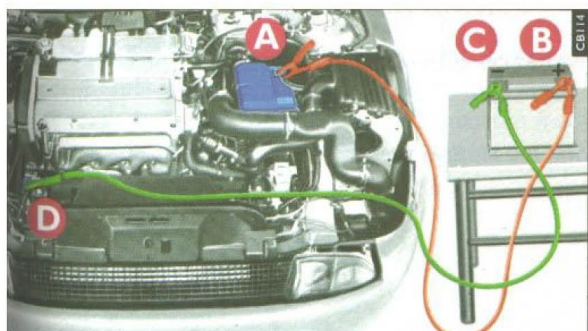

fig. 1
- 1) ligar os polos positivos **A-fig. A** e **B-fig. 1** das duas baterias através de um cabo adequado;